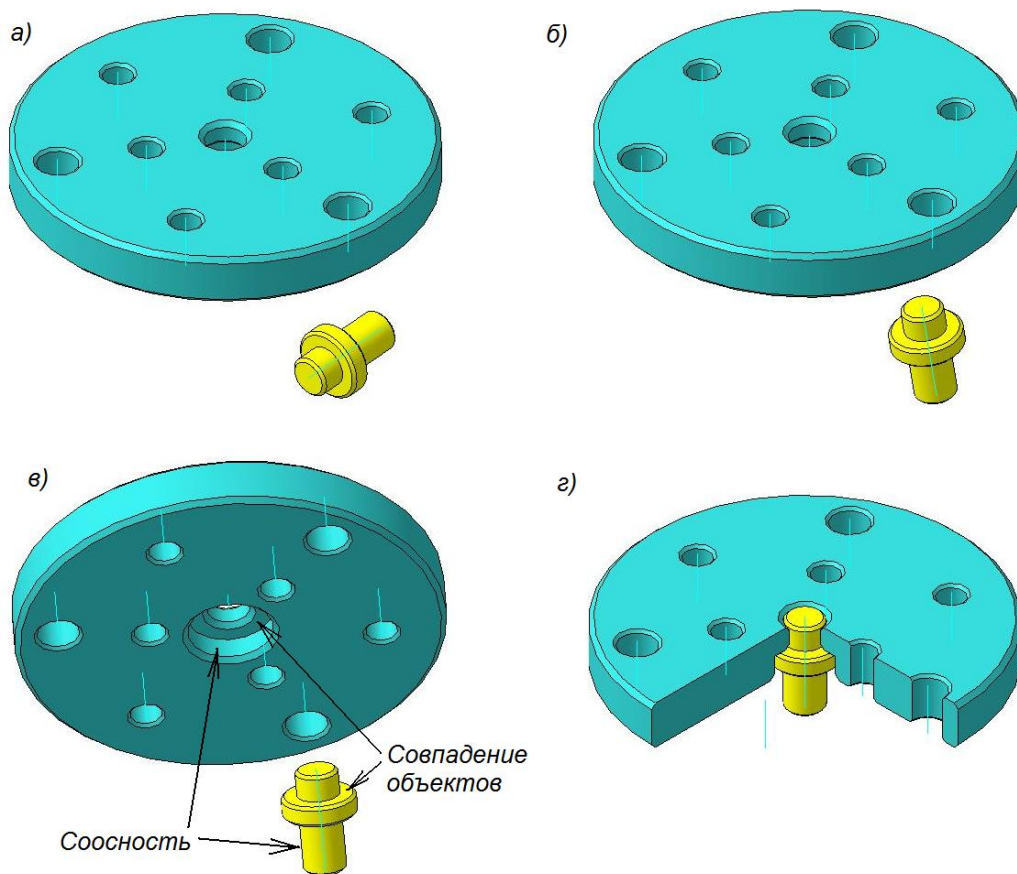

Рис. 5.6. Схема выполнения сопряжения звена «Плита – Палец»
- Не отпуская клавишу мыши, переместите курсор с фантомом под компонент 1 (рис. 5.6 а).
- Поверните компонент 2 с помощью команды **Поворот**  (рис. 5.6 б), при этом добиваться абсолютно вертикального положения не следует.
- Включите команду **Соосность**  и поочередно укажите курсором на любые цилиндрические поверхности компонента 2 и центральное отверстие компонента 1 (рис. 5.6 в). В *Дереве построений* появится пиктограмма построенного сопряжения.
- Установите деталь на ее место с помощью команды **Совпадение объектов** , выполнив сопряжение торцевых плоскостей (рис. 5.6 г). При необходимости используйте кнопки **Поворот**  и **Сдвиг**  панели **Вид**.